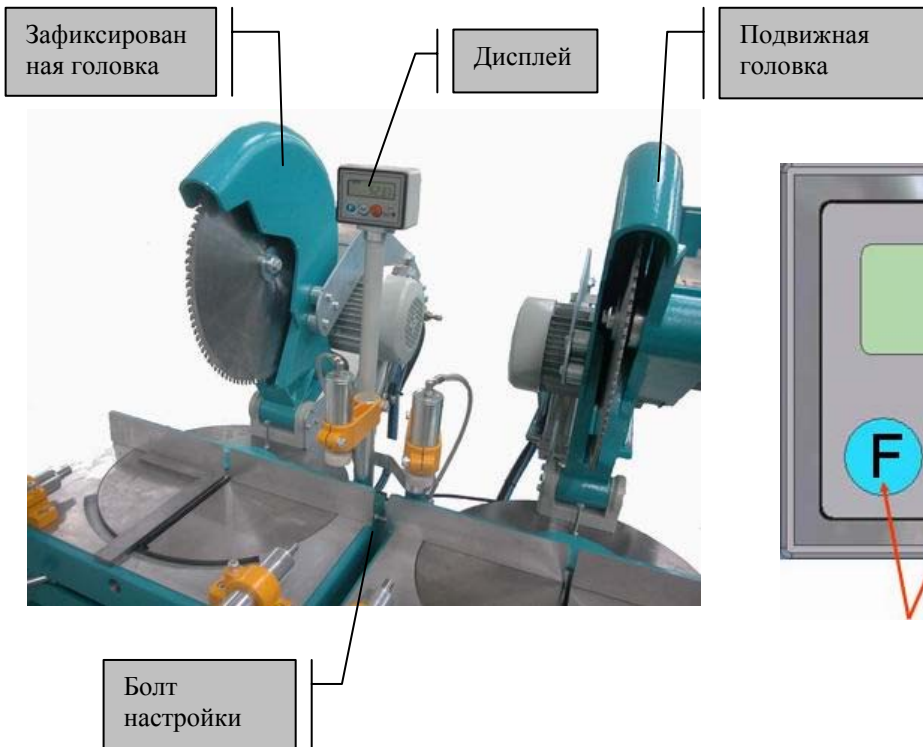

РИСУНОК 11
8.1 Отвинтите болт M8 (Рисунок 11, No. 55) шестимиллиметровым гаечным ключом, поворачивая по часовой стрелке. (удерживайте пильный вал 17-миллиметровым гаечным ключом)